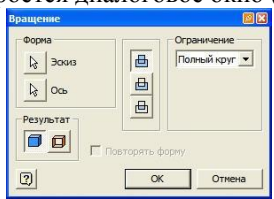

Рисунок 2.9 – Диалоговое окно Вращение
- Выберите команду  **Вращение** из инструментальной палитры, при этом откроется диалоговое окно (рис. 2.9).